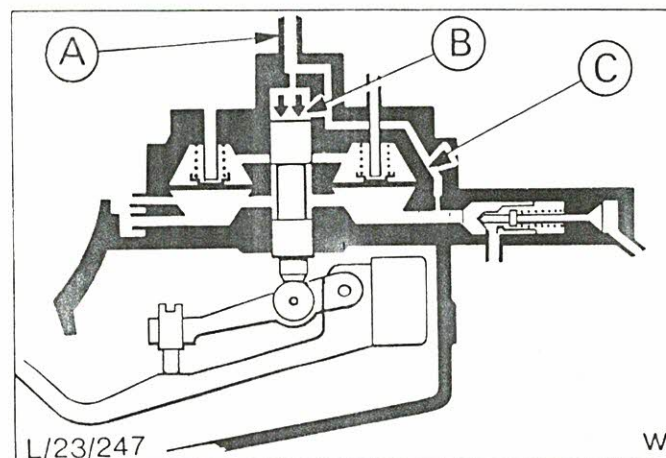

Abb.12 Kraftstoffmengenteiler
1. Luftmengenmesser und Steuerkolben, Abb.12.
Um die Stauscheibenbewegung bei pulsierender Luftströmung zu dämpfen, wirkt Kraftstoff (der vom Systemdruckkreis zugeführt wird) auf den Steuerkolben ein, dadurch wird die Bewegung des Kolbens gedämpft und somit eine Stabilisierung der Stauscheibe in allen Fahrbereichen erreicht, Abb.12.